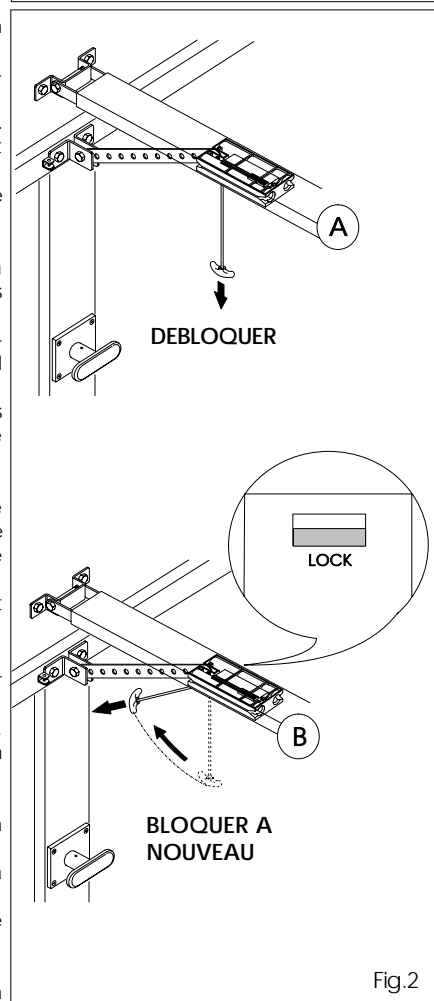

Fig.2
-Débloquent l'opérateur en tirant vers le bas le levier de déblocage (fig.2 réf.A).
Bloquer à nouveau l'automaton en tirant horizontalement la poignée (fig.2 réf.B).